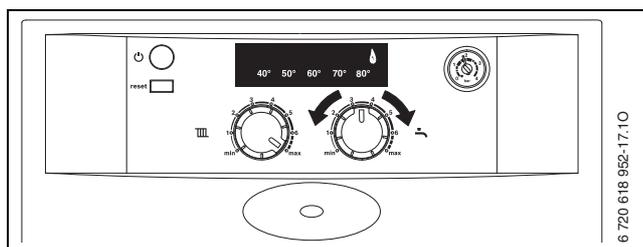

Fig. 33
- ▶ Tourner le sélecteur de température de départ chauffage  en position max. (→ fig. 33).